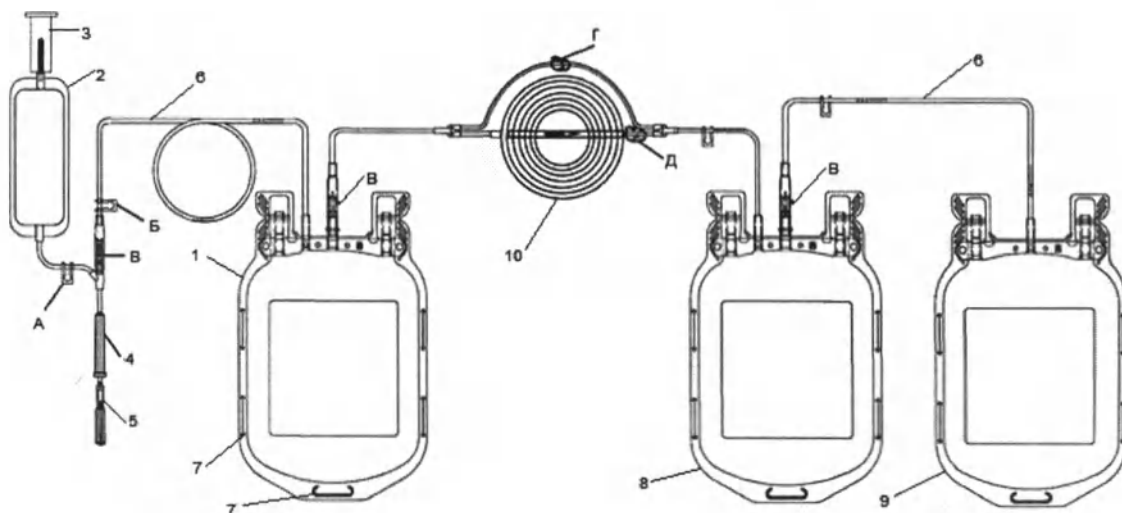

Рис.6. Контейнер для заготовки крови с CPDA-1 (C) или CPD-SAGM (S) строенный с фильтром лейкоцитарным T-450, исполнение Top&Top (Верх-Верх)
6. Фильтр лейкоцитарный (F) (при необходимости). Контейнер с фильтром представлен на рис. 6.